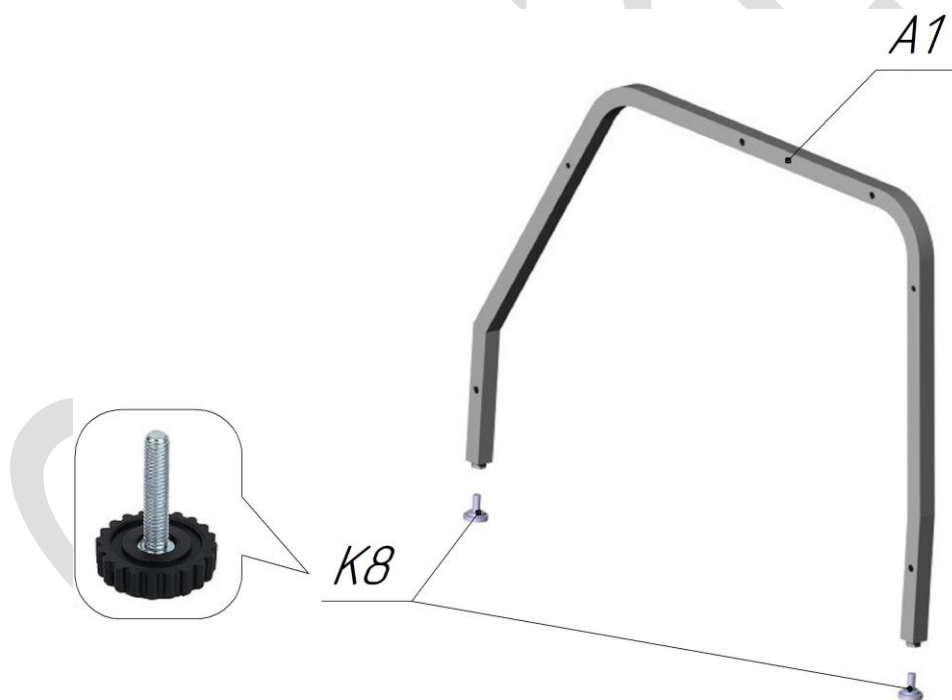

Рисунок 1
2. Установить опоры K8 в боковые стойки A1 (2шт). См.Рис.1.